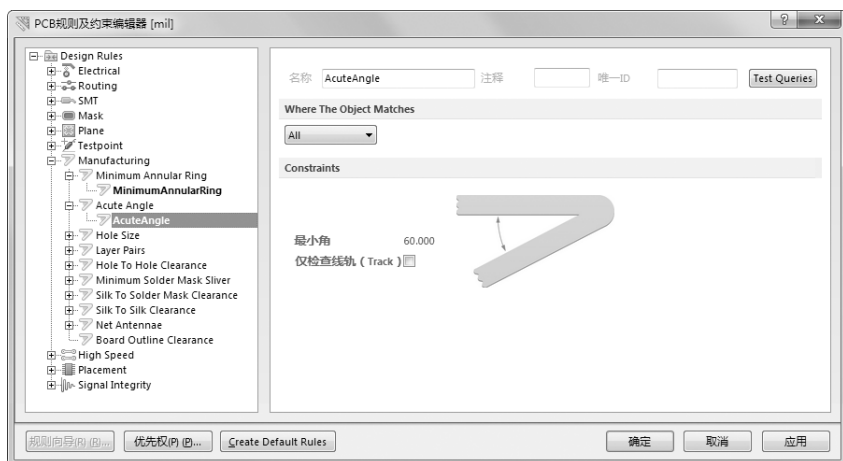

图 9-26 “Acute Angle” 规则的设置对话框
(2) “Acute Angle” (锐角限制规则)：用于设置锐角走线角度限制，如图 9-26 所示为该规则的设置对话框。在 PCB 设计时如果没有规定走线角度最小值，则可能出现拐角很小的走线，工艺上可能无法制作这样的拐角，此时的设计实际上是无效的。通过该项设置可以检查出所有工艺无法制作锐角走线。默认值为 90°。